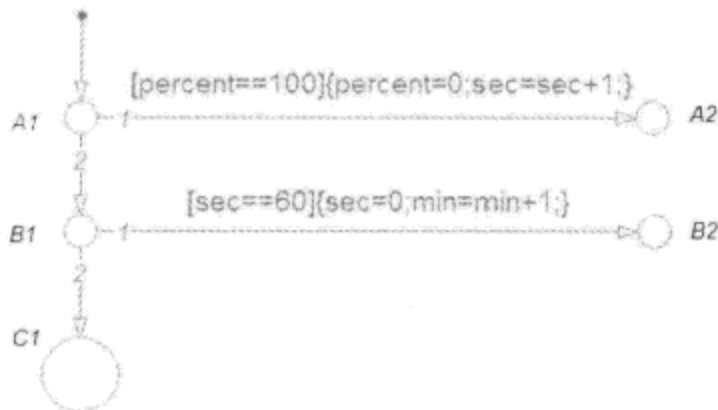
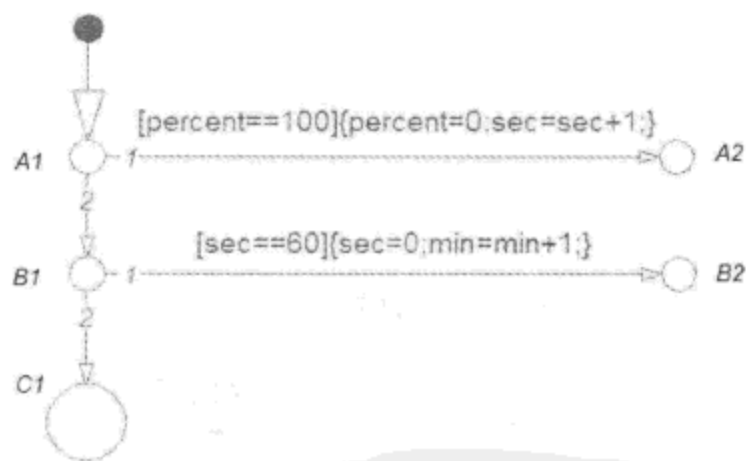

图 3.3.3 节点大小
图 3.3.4 箭头大小
- ① 系统默认迁移进入节点 A1,如果条件 $[percent == 100]$ 为真,执行 $\{percent = 0; sec = sec + 1;\}$,并向终节点 A2 迁移。
- ② 如果条件 $[percent == 100]$ 不为真,向 B1 节点迁移,继续判断如果条件 $[sec == 60]$ 为真,执行 $\{sec = 0; min = min + 1;\}$,并向终节点 B2 迁移;
- ③ 如果不满足任何条件,则向终节点 C1 迁移。
(3) 节点与箭头大小。对于某些重要的节点或迁移,用户可以调整其节点大小与迁移箭头的大小,突出其地位。例如,选择节点 C1 的右键菜单项 Junction Size $\rightarrow 16$,如图 3.3.3 所示,放大节点;选择节点 A1 的右键菜单项 Arrowhead Size $\rightarrow 20$,放大指向该节点的所有迁移箭头,如图 3.3.4 所示。